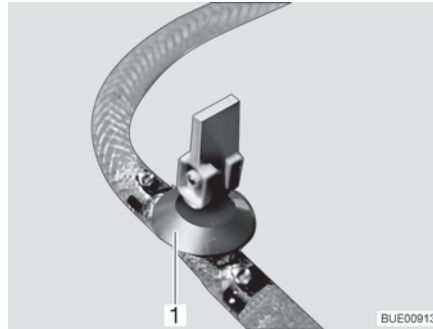

Fig. 169 Robinet de vidange (avec levier à bascule)
- Ouvrir tous les robinets de vidange. Placer pour ce faire le levier à bascule du robinet de vidange (Fig. 169,1) à la verticale.